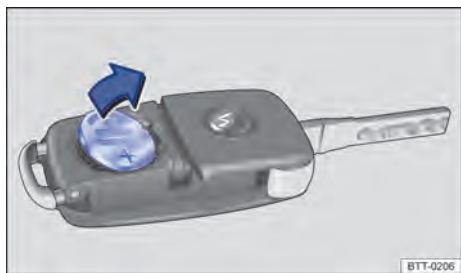

Fig. 21 Chave do veículo com comando remoto: re-mover a bateria.
- Remover a bateria do alojamento da bateria com uma ferramenta adequada → Fig. 21.
- Posicionar a nova bateria conforme indicado → Fig. 21 e pressionar no sentido contrário ao da seta para dentro de alojamento da bateria → ①.